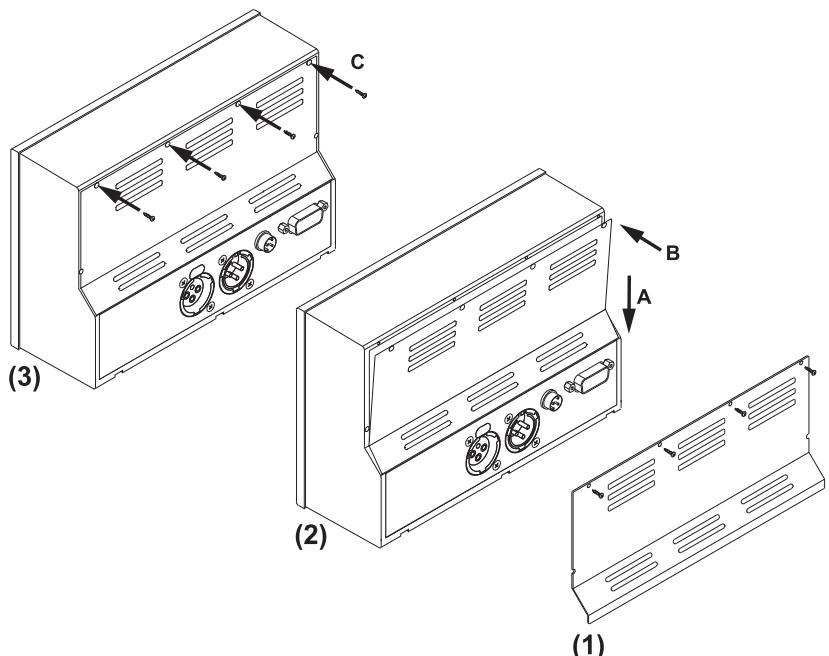

Bild D 7-12: Einsetzen und Befestigen des rückwärtigen Abdeckblechs
13. Platzieren Sie das Abdeckblech auf die obere Kante des Anschlusspanels (A). Klappen Sie es in die Führungen des Gehäuses (B). Befestigen Sie es mit den vier Schrauben (C). (Bild D 7-12)